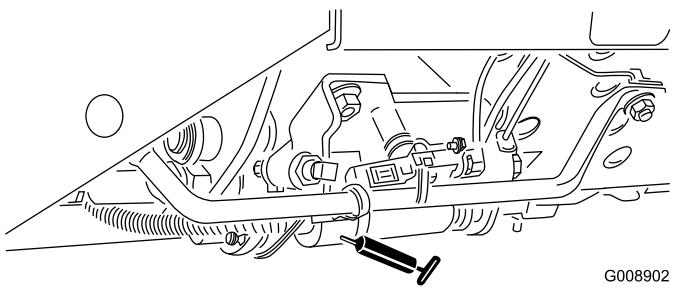

Figura 42
- Mando segar/transportar (Figura 42)